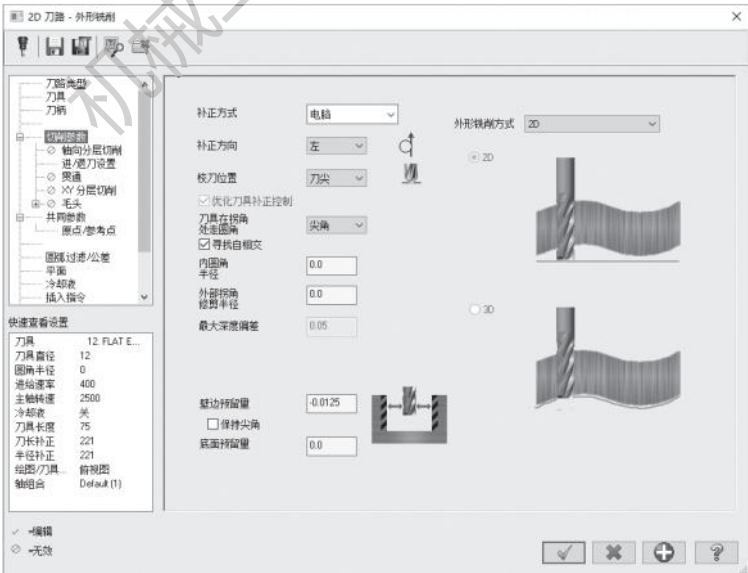

图 10-12 设置切削参数
- 3) 打开【切削参数】选项卡，修改【壁边预留量】为 -0.0125mm,【底面预留量】为 0.0mm, 其他参数按默认设置，如图 10-12 所示。